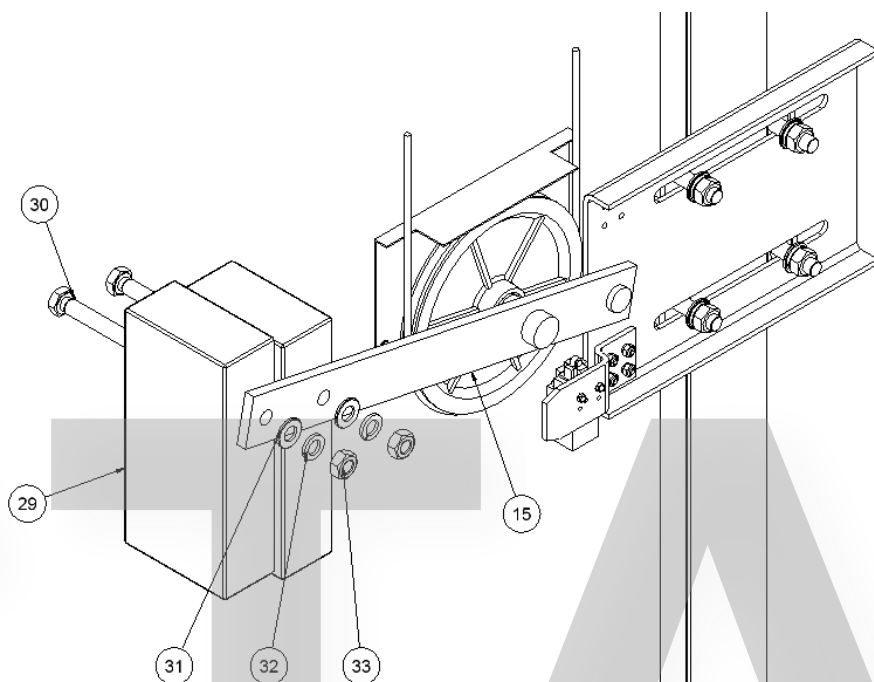

Figure 7
8. MONTAGE DES POIDS SUR LA POULIE DE TENSION : Pour terminer, on montera les poids **(29)** dans la position indiquée sur la figure 7. Pour cela, on utilisera deux vis DIN 931 M14x80 **(30)** et pour les fixer, on utilisera deux rondelles Grower DIN 127 M14 **(32)**, deux rondelles plates DIN 125 M14 **(31)** et deux écrous DIN 934 M14 **(33)**.